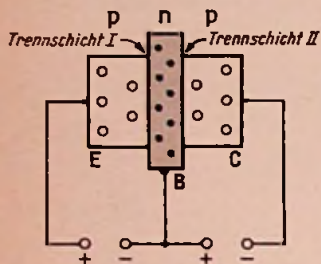

Bild 12. Der Transistor
G. Der Transistor (Bild 12)
Bild 12 zeigt die drei Schichten, ihre Bezeichnungen (Emitter, Basis, Kollektor) und die Polarität der im normalen Betriebsfall außen angelegten Spannungen. Man sieht, daß der linke p/n-Übergang Emitter/Basis in Durchlaßrichtung (wie in Abschnitt F 3), der rechte p/n-Übergang Basis/Kollektor in Sperrrichtung (wie in Abschnitt F 2) betrieben wird. Daraus folgt: